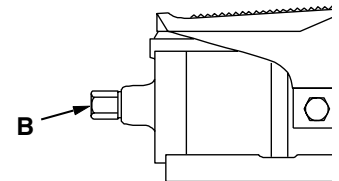

Figura 5
1. Vedere la figura 5. Collegare al raccordo girevole (B) NPTF di  $\frac{1}{4}$ ", di ingresso dell'aria, un sistema pneumatico in grado di erogare una portata minima di 15,3 m3/ora [9 ft.3/min.]. Utilizzare solamente raccordi a scollegamento rapido o per tubi flessibili di  $\frac{1}{4}$ ". Si sconsiglia l'uso di raccordi più larghi e pesanti. Sigillare il collegamento con un sigillante per filetti di alta qualità.